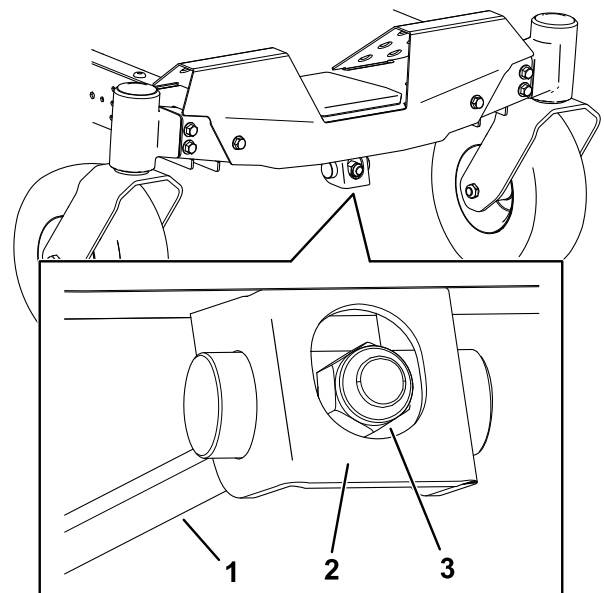

Figura 64
1. Gire la tuerca de ajuste de la parte delantera del cortacésped (Figura 64).
4. Después de realizar el ajuste, compruebe de nuevo la inclinación longitudinal, y siga ajustando la tuerca hasta que la punta de la cuchilla delantera esté entre 1.6 y 7.9 mm (1/16" a 5/16") más baja que la punta de la cuchilla trasera (Figura 64).